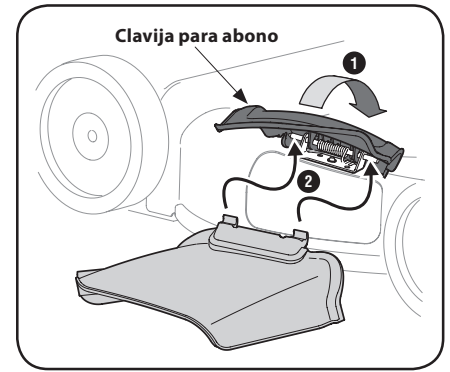

Figura 2-9
- En el costado de la cortadora, levante el adaptador para abono. Consulte la Figura 2-9.